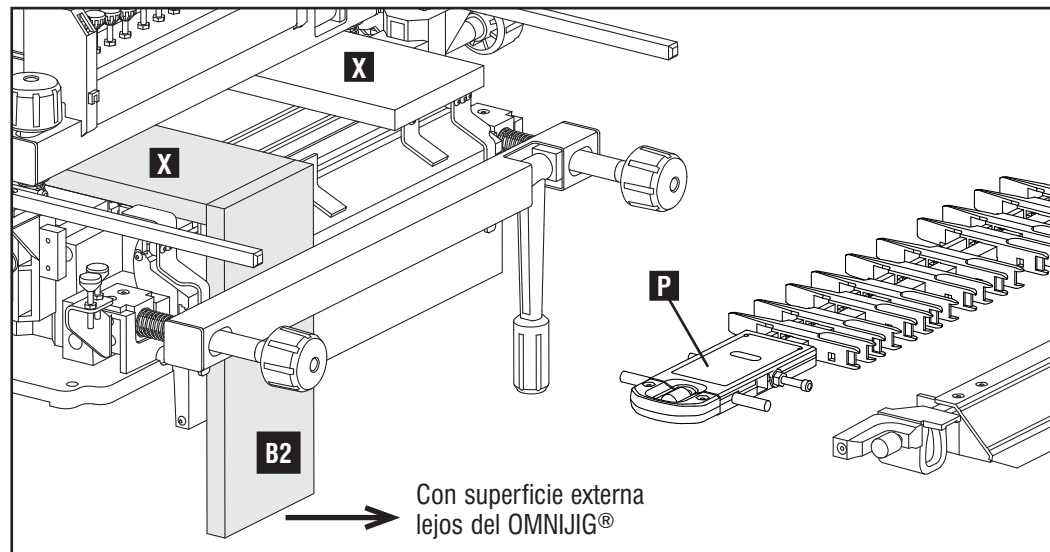

Fig. I14
1. Gire la plantilla de manera que la etiqueta "B TAILS" (COLAS B) (P) Fig. I14 quede del lado izquierdo al mirar la horma de frente.
2. Retire la primera tabla (B1) y monte la segunda (B2). Procure que la "superficie externa" de la segunda tabla (B2) mire hacia el lado contrario a la OMNIJIG®. (Consulte la Fig. I14). Las piezas de descarte horizontales (X) Fig. IX se pueden dejar en el lugar, para ayudar a reducir el desprendimiento al cortar la segunda tabla (B2).